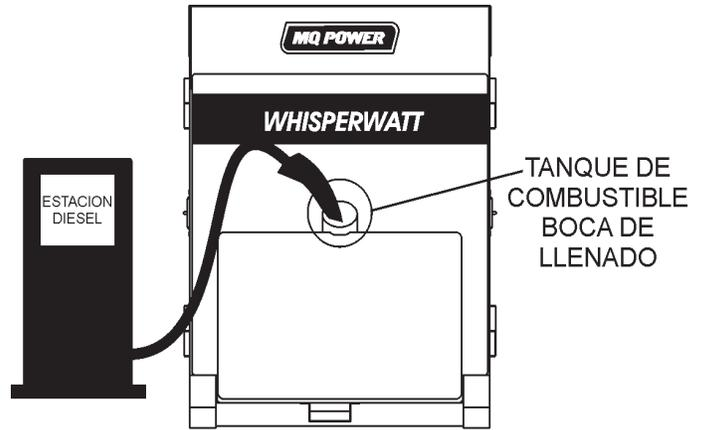

Figura 33. Abastecimiento de Combustible
2. Abra las puertas del compartimiento “lado derecho” del generador (de la posición del Panel de Control del Generador) Remueva la tapa del combustible y llene el tanque (Figura 33).